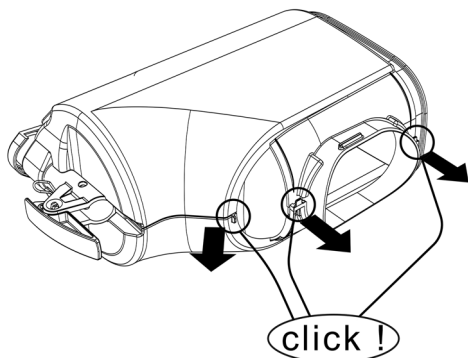

figura 13
**1** Abra las dos partes (debe oírse un clic). (ver figura 13).